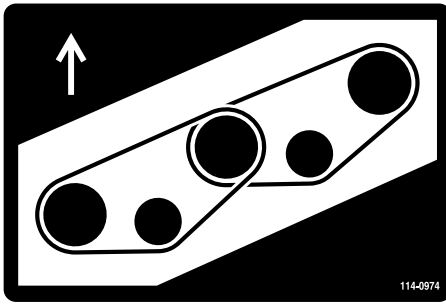
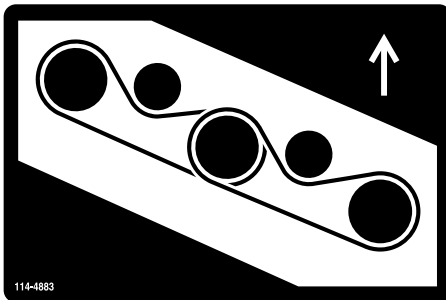

Bild 84
Bild 85
5. Verlegen Sie den neuen Riemen um die Spindelscheiben und die Spanscheiben, siehe Bild 84 und Bild 85.